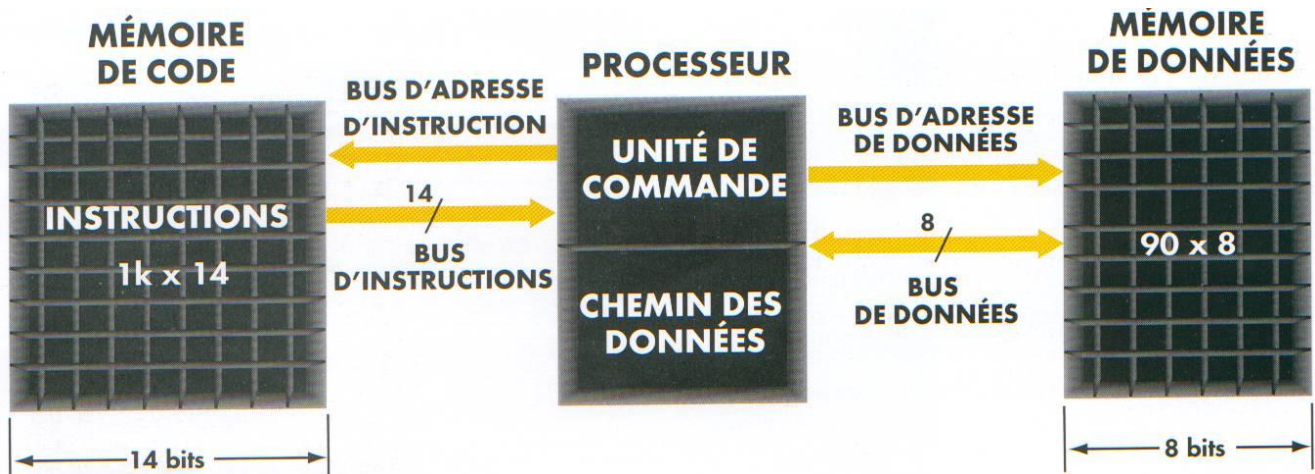

figure 7
- ☛ On constate sur cette figure que la mémoire de programme contient 1024 emplacements ( 3FF en hexadécimale ) contenant 14 bits ( de 0 à 13 ). Une instruction occupe un emplacement qui est défini par une adresse. Le processeur peut alors sélectionner l'emplacement souhaité grâce au bus d'adresse et il peut lire son contenu ( ici l'instruction ) grâce à son bus d'instruction ( voir figure 7 ). Cet adressage s'effectue à l'aide d'un compteur ordinal appelé PC qui lors de la mise sous tension démarre à zéro puis s'incrémente de 1 tous les quatre coups d'horloge, on exécute bien ainsi les instructions les unes à la suite des autres.